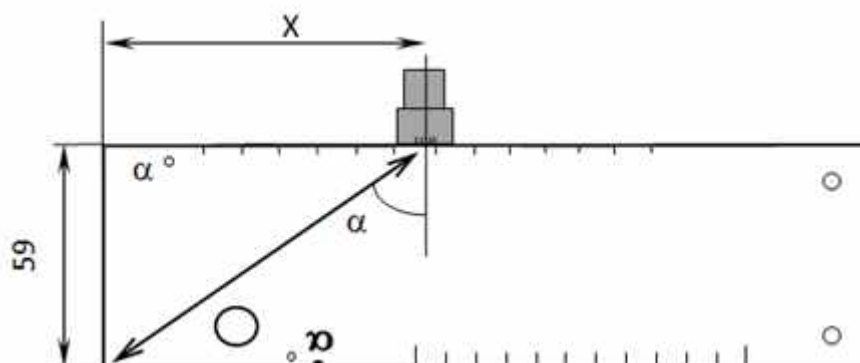

Рисунок 10.5
10.1.6.2 Установить ПЭП на поверхность меры №2, предварительно нанеся контактную жидкость, перемещая ПЭП, определить его положение, при котором амплитуда эхо-сигнала от двугранного угла на глубине 59 мм (рисунок 10.5) будет максимальна. Изменяя усиление кнопками  и , установить амплитуду эхо-сигнала, равную от 4 до 6 клеток по высоте А-развертки.